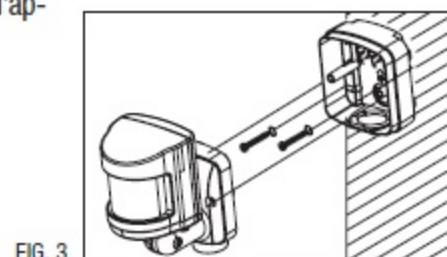

FIG. 3
3) Fissare la base al muro utilizzando 2 tasselli (fig. 3)